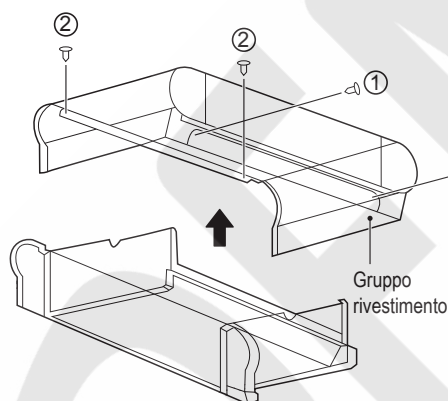

Figura 4-4 Rimozione del rivestimento
- b) Come mostrato in Figura 4-4, rimuovere le viti ① *2 e ② *2, e poi il rivestimento.
- c) Come mostrato in Figura 4-4, rimuovere le viti ① *2 e ② *2 e poi il rivestimento.